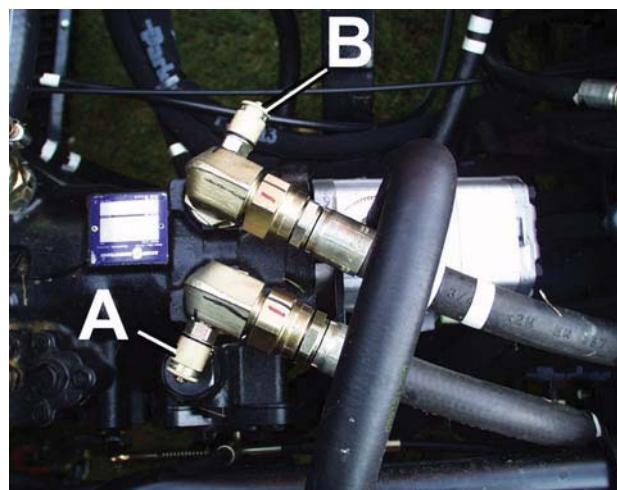

Fig.8
2. Pressão da tracção às 4 rodas: 207 bar. (A/B(Fig.8)).